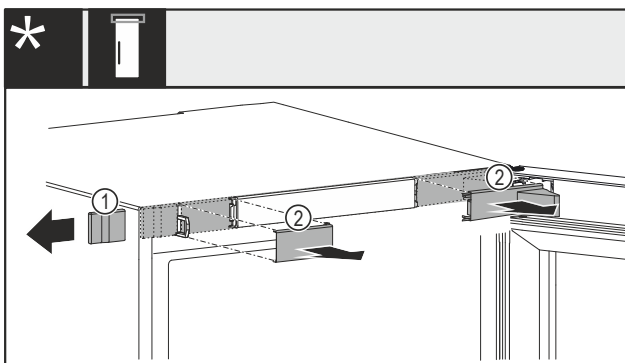

Fig. 13 Med mekanisk eller elektrisk lås*
- ▶ Fjern forsigtigt afdækningen Fig. 13 (1) fra siden.*
- ▶ Løsn forsigtigt afdækningerne Fig. 13 (2) forfra.*